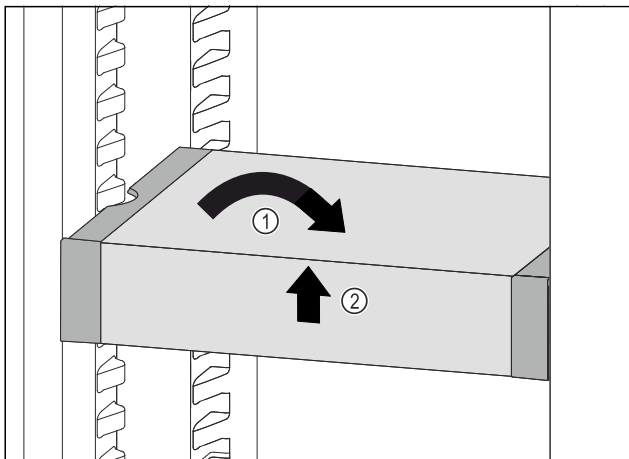

Fig. 85
- ▶ Ispravite VarioSafe. Fig. 85 (1)
- ▶ Podignite sprijeda VarioSafe. Fig. 85 (2)